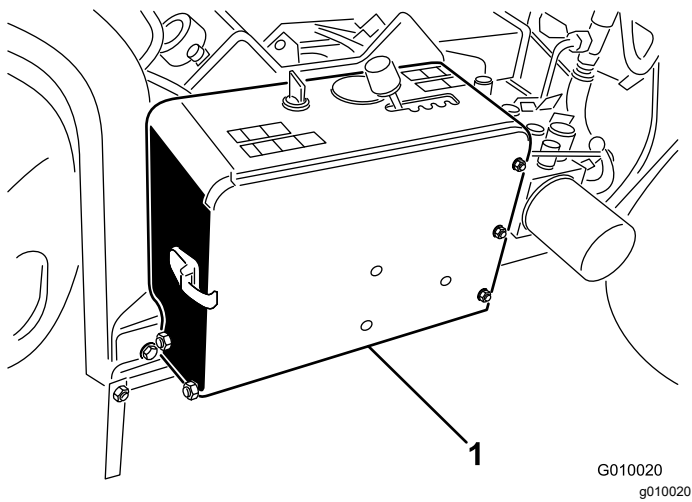

Рисунок 5
2. Извлеките батарею из аккумуляторного отсека (Рисунок 5).